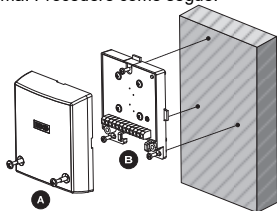

Figura 1: Installazione del microfono selettivo direttamente su di una superficie metallica
- Rimuovere le viti di fissaggio del coperchio per separare quest'ultimo dalla base, vedere la Figura 1(A) / 2(B).
Installazione diretta su di una superficie metallica (Figura. 1)
- c. Fissare il microfono selettivo utilizzando le viti fornite, vedere la Figura 1(B).
- Riposizionare il coperchio e stringere le viti di fissaggio, vedere la Figura 1(A) / 2(B).